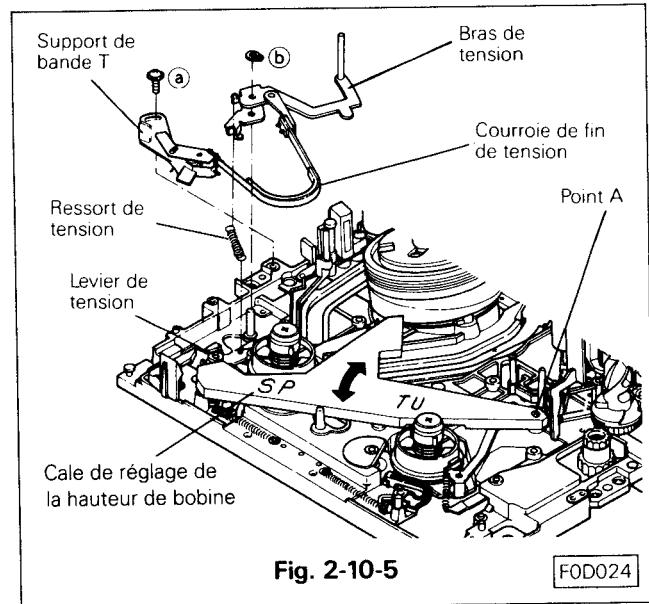

Fig. 2-10-5
- F. Remonter le bras de tension sur son axe ainsi que la rondelle d'arrêt ④. (Voir Fig. 2-10-5)
- G. Monter le ressort de tension sur le bras/levier de tension. (Voir Fig. 2-10-5)
- H. Assembler le support T (T = Take Up = Récepteur) sur la platine principale en évitant d'endommager la courroie du frein de tension, revisser la vis ③ légèrement. (Voir Fig. 2-10-5)